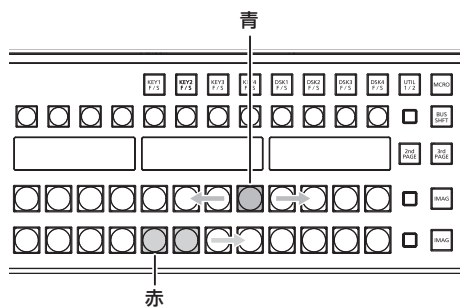

図 2
- コントロールパネルのファームウェアを更新している状態 (図 2)
- コントロールパネルのファームウェアを更新している状態 (図 2) では、メインフレームとコントロールパネルの電源を切らないでください。